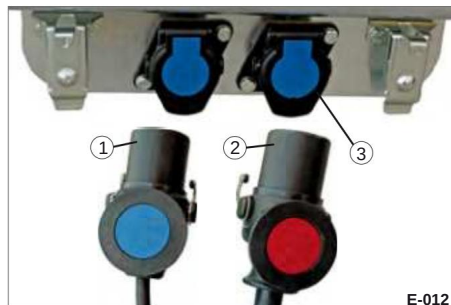

Bild 10 Parkeringsläge på rördragstång
• Dra ut kontakten (Bild 9/3) ur parkeringsuttaget (Bild 10/3) – dra inte i kabeln.
• Anslut elkontakten (Bild 10/2) till traktorn.